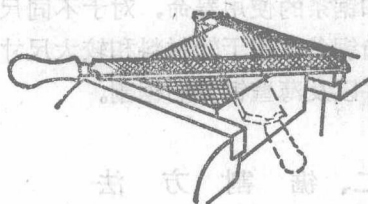

图 1-12 交叉锉
2. 交叉锉 交叉锉是锉痕交叉的锉法（图 1-12）。从锉痕交叉处的接合情况可以判断锉面的凸凹现象和大致程度，从而便于锉平平面。同时交叉锉加大了锉刀与工件的接触长度，使锉刀的运动较为平稳。